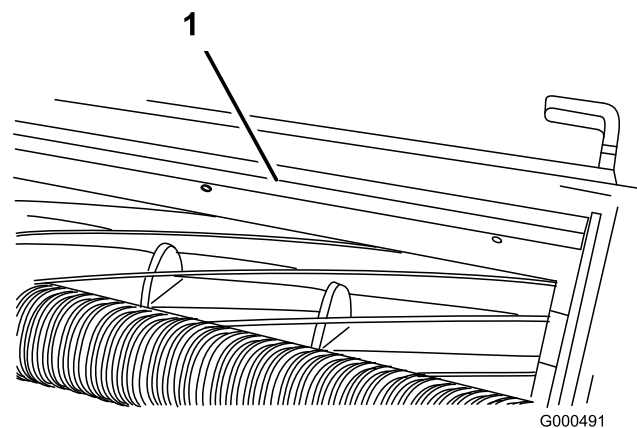

Figura 55
1. Desaperte os parafusos que fixam a barra superior (Figura 55) à unidade de corte.